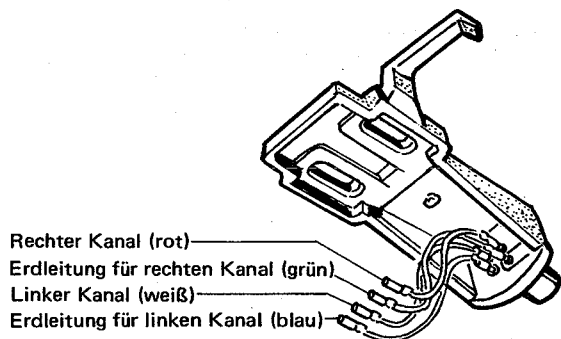

Abb. 2
2. Die Zuführklemmen sind an der Kopfmuschel wie in Abb. 2 dargestellt verteilt. Überprüfen Sie die Lage und Polarität aller Anschlußstifte des Tonabnehmers und schließen Sie dann die Zuführdrähte an. Die Polaritäten dürfen hierbei nicht verwechselt werden.